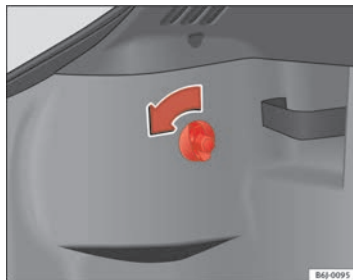

Abb. 143 Zugang zu den Rückleuchten
- Die Schraube von Hand oder mit einem Schraubendreher in Richtung des Pfeils ⇒ Abb. 143 drehen.
- Den Stecker aus der Aufnahme (A) abnehmen ⇒ Seite 227, Abb. 143.